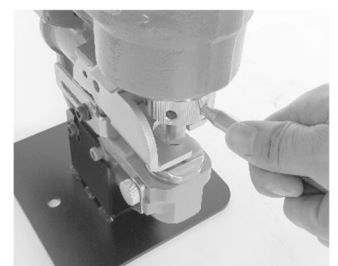

図 F-4
4. 作業前、連続での作業の途中にパンチキャップがゆるんでいないか付属の棒レンチで確認してください。ゆるんでいた場合は確実に締め直して下さい。(図F-4)